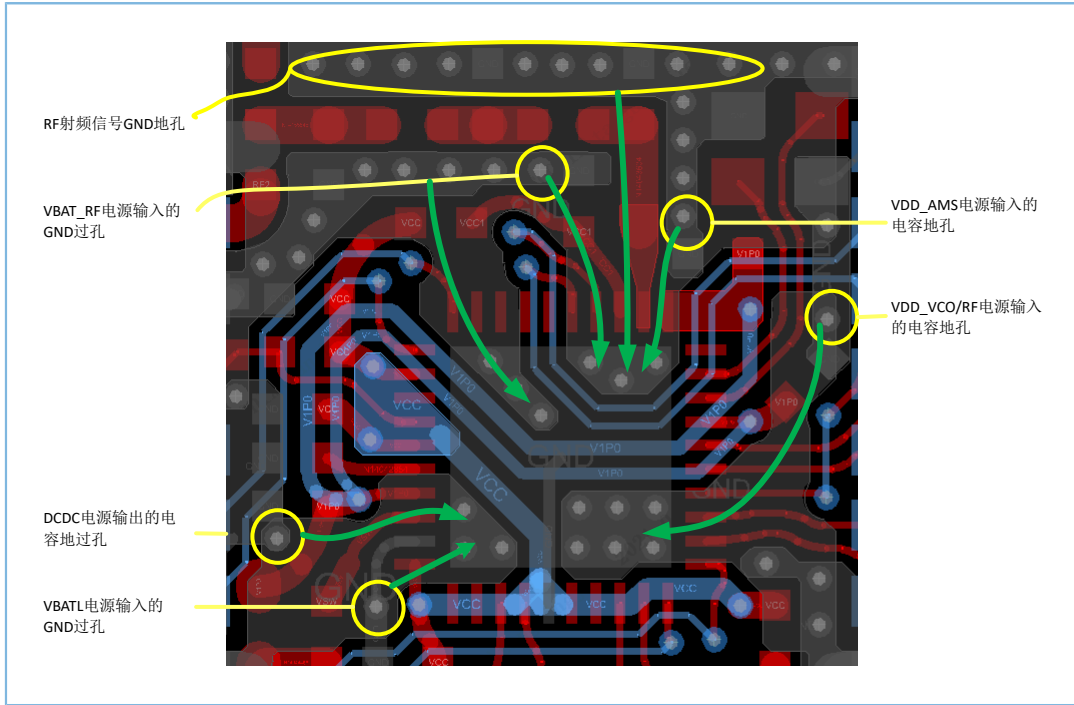

图 4-13 QFN40电源和GND走线参考设计
2. 图 4-13 为以QFN40封装为例的电源和GND走线参考设计，黄色圈出的GND过孔主要为电源和RF信号回流路径的过孔。这些GND过孔需要通过BOTTOM面的铜皮与芯片散热PAD连接，且保证足够宽且路径短（如图 4-13中绿色箭头所示）。